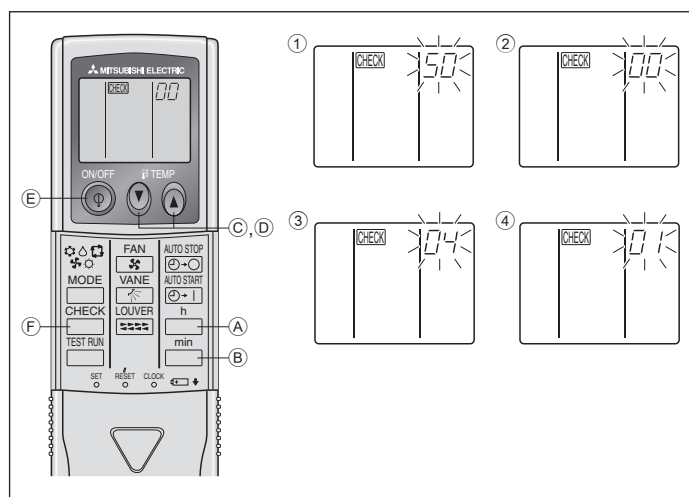

Fig. 6-9
2) Para controlador remoto inalámbrico (Fig. 6-9)